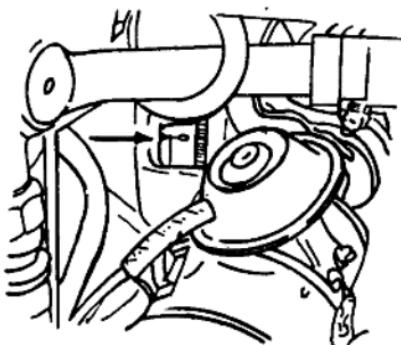

图 1-6 齿轮上的正时标记
(1) 转动曲轴,使一缸到达压缩上止点位置,正时标记要对准,如图 1-6 所示。